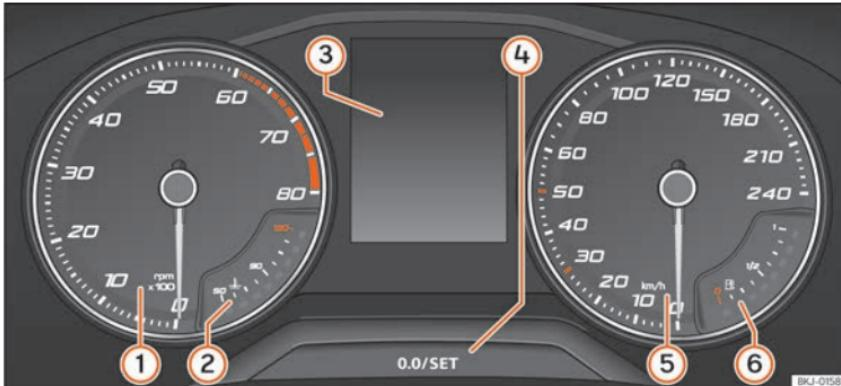

Fig. 66 Cuadro de instrumentos en el tablero de instrumentos.
»» fig. 66:
- Pulse brevemente el botón **0.0/SET** »» **fig. 66** ④ para restablecer el cuentakilómetros parcial a 0.
- Mantenga pulsado el botón **0.0/SET** ④ durante unos 3 segundos y se visualizará el valor anterior.